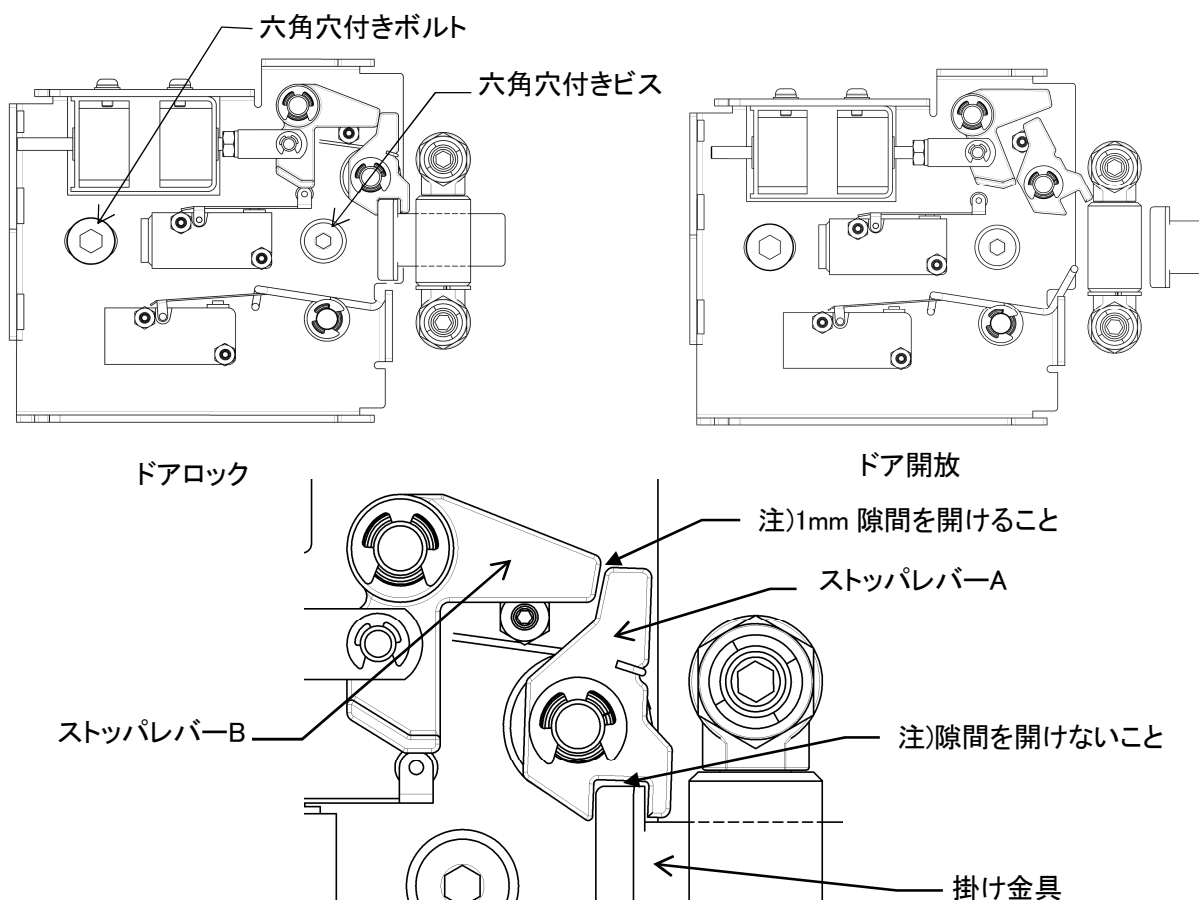

図 8-8
- ・ ドアロック及びドア開放時は、図 8-8 の様になっています。
- ・ ドアロック時、ストップレバーA,B と掛け金具が図 8-8 の様にかみ合う位置に来る様に六角穴付きボルトと六角穴付きビスを緩めドアロック部を左右にずらし調整します。